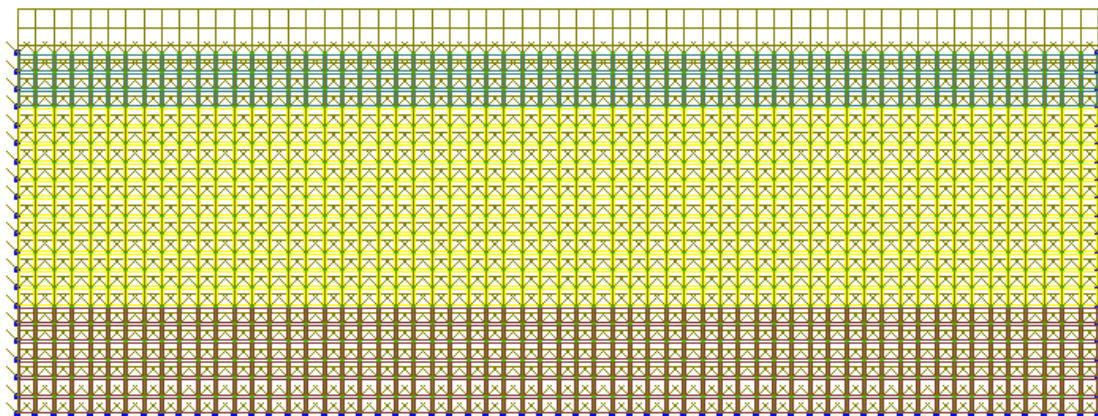

Рис.10.26. Расчетная схема с учетом перемещений узлов
- В режиме просмотра результатов расчета по умолчанию расчетная схема отображается с учетом перемещений узлов (рис.10.26). Для отображения схемы без учета перемещений узлов выполните пункт меню **Схема ⇒ Исходная схема** (кнопка  на панели инструментов).